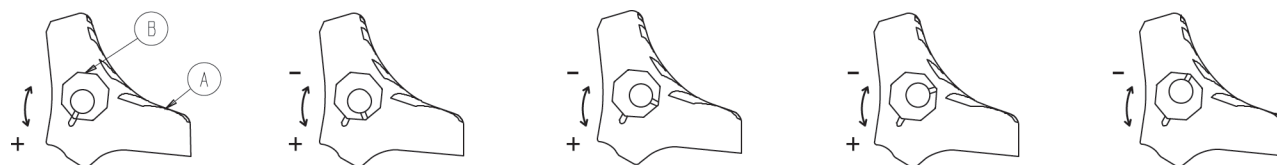

Figure 1 – Réglage de la force de verrouillage des roues
1. À l'aide d'une clé hexagonale de 5/32 po et d'une clé mixte de 7/16 po ou d'une douille, retirer la vis à tube du centre de la pédale de verrouillage. Conserver la vis. Le blocage de roue est initialement assemblé avec la pédale réglée sur la force de verrouillage minimale. Le repère sur la pédale (A) est aligné avec le repère sur la gaine octogonale (B) (Figure 1).
2. Retirer la gaine octogonale (B). Tourner la gaine octogonale dans le sens antihoraire pour augmenter la force de verrouillage de la pédale et dans le sens horaire pour la diminuer. Insérer la gaine octogonale dans la pédale.